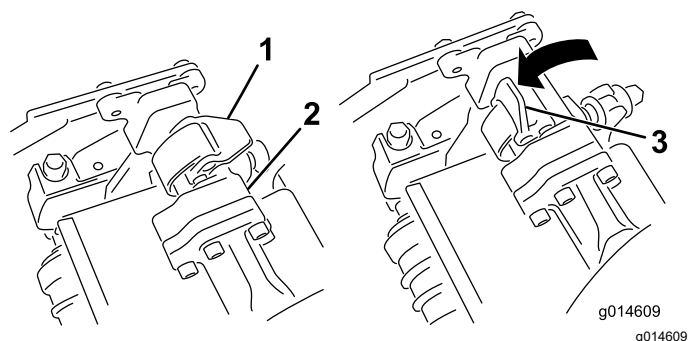

Figura 47
4. Chiudete i fermi spostandoli verso il basso e attorno alla barra dell'apparato di taglio, quindi bloccateli in posizione (Figura 47).
4. Aprite i fermi sulla barra del braccio di sospensione dell'apparato di taglio che state rimuovendo (**Figura 47**).